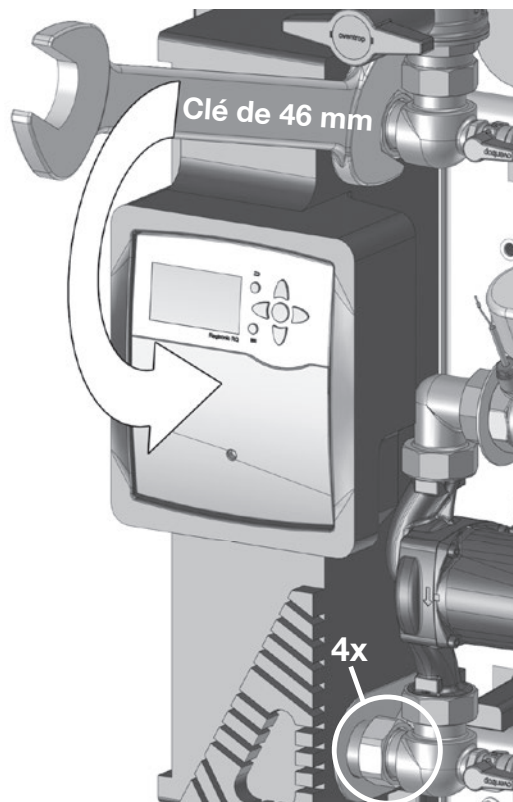

Fig. 5.6: Desserrer les écrous d'accouplement de l'échangeur de chaleur
6. Desserrer les quatre écrous d'accouplement de l'échangeur de chaleur à l'aide d'une clé plate de 46 mm (Fig. 5.6).